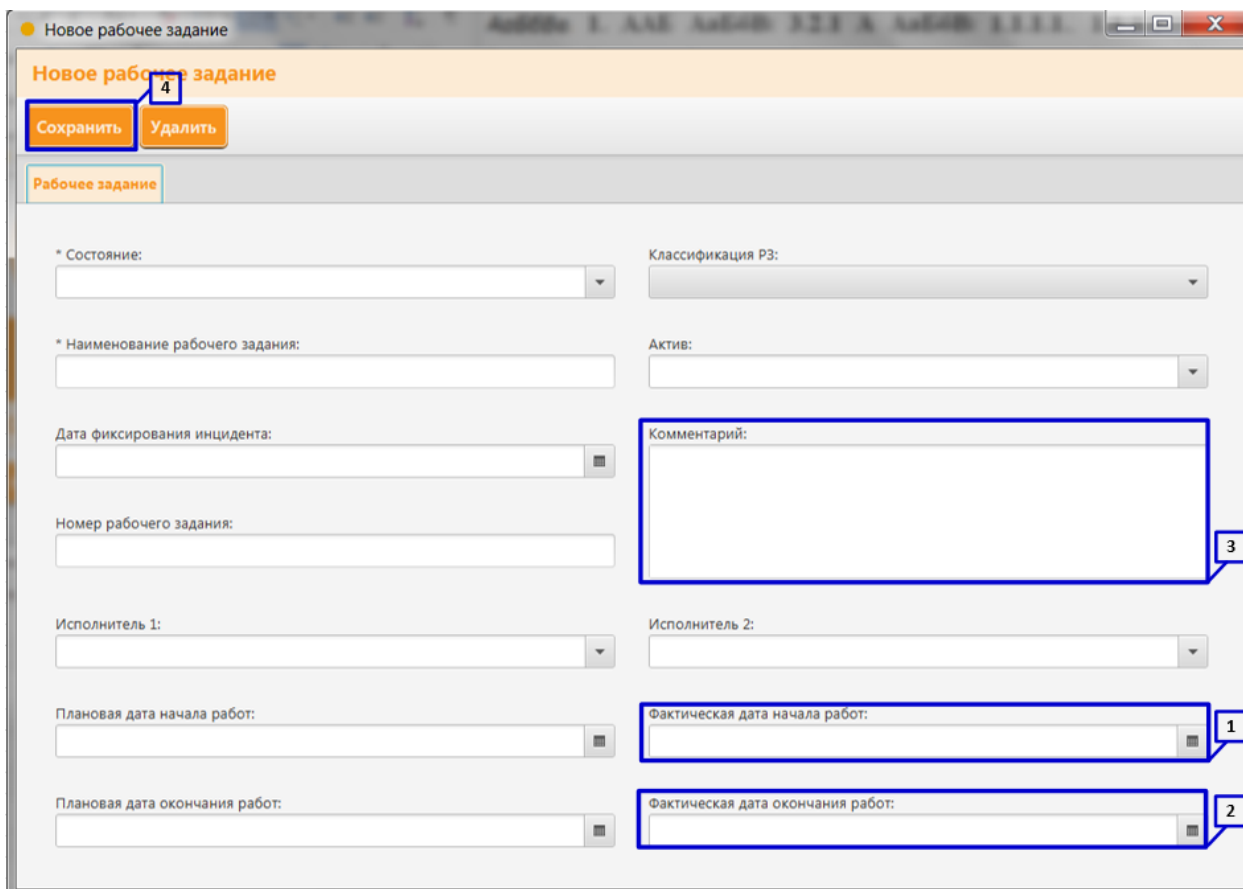

Рисунок 44. Создание рабочего задания в разделе Главного меню (Часть 4)
11. В строке «Фактическая дата начала работ» введите дату, когда были начаты работ по техническому обслуживанию и ремонту актива (**Рисунок 44 пункт 1**);
12. В строке «Фактическая дата окончания работ» введите дату, когда завершены работ по техническому обслуживанию и ремонту актива (**Рисунок 44 пункт 2**);
13. В строке «Комментарий» введите дополнительную информацию о рабочем задании (**Рисунок 44 пункт 3**);
(Рисунок 44 пункт 4);